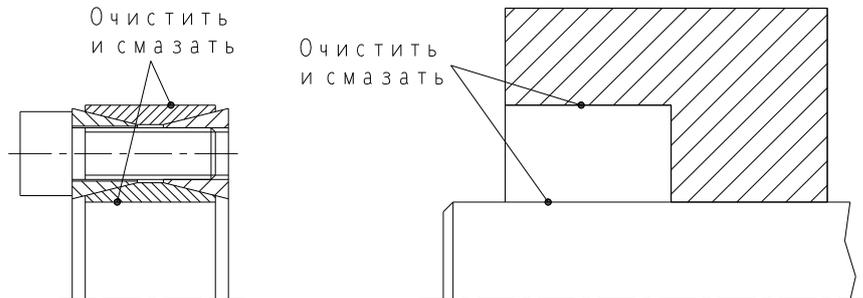

Рис. 4: Очистка и смазка контактных поверхностей
- Обозначенные на рис. 4 поверхности зажимного элемента, а также отверстие ступицы и вал очистить и затем смазать жидким маслом (например, универсальное масло BALLISTOL или Klüber Quietsch-Ex).